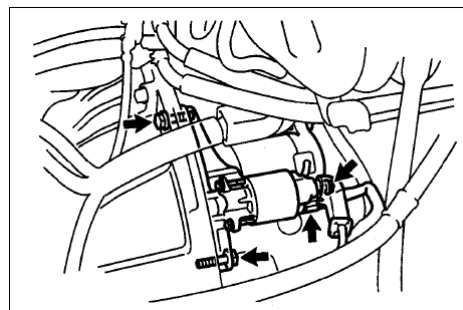

Рис. 323
- (1) Отсоедините подсоединение стартера.
- (2) Открутите гайки, отсоедините кабель стартера.
- (3) Снимите 2 болта и блок стартера(рис. 323).